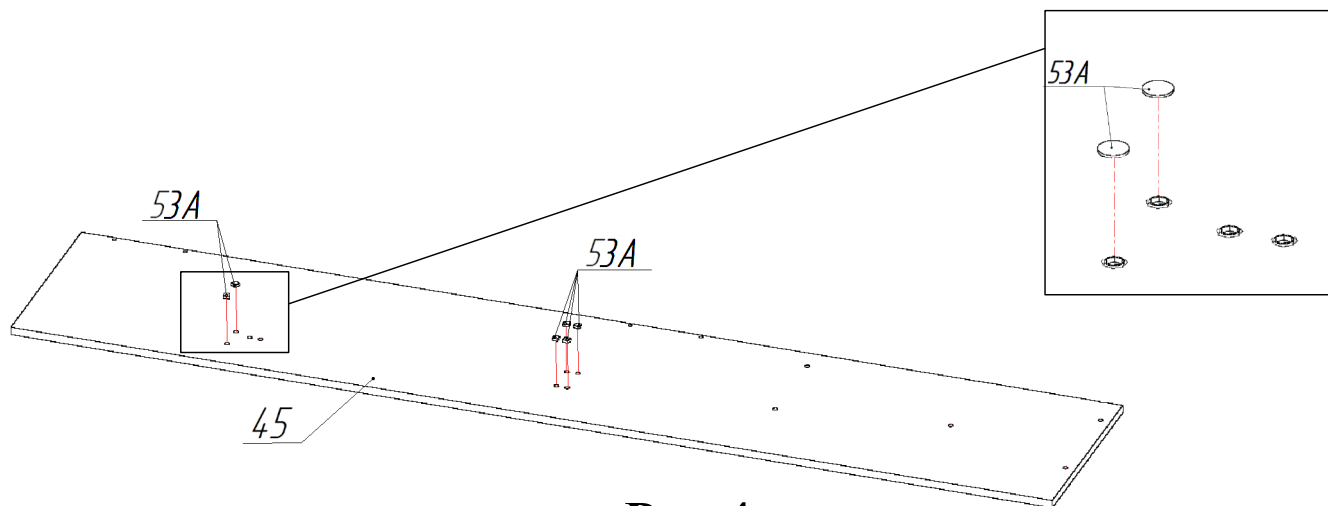

Рис.4
4. В указанные на **рис. 4** отверстия боковины левой поз.45 установить заглушки самоклеющиеся поз.53А.